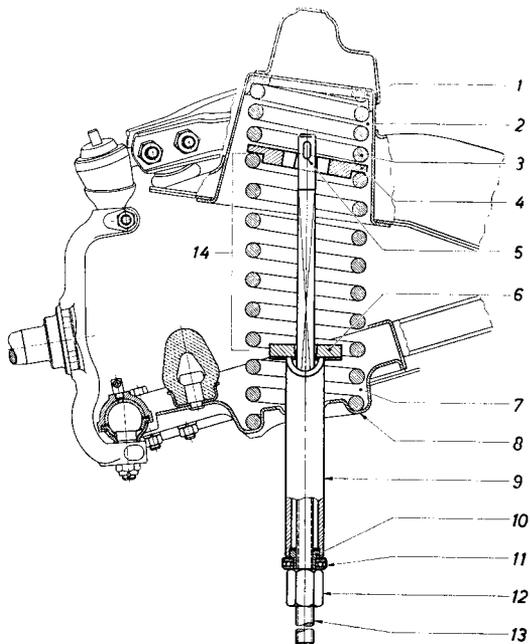

Bild 9 – Vorderfederspannvorrichtung in Vorderfeder eingesetzt – untere Achsschenkellagerung mit Kugelgelenk
3. Vorderfeder mit Vorderfederspannvorrichtung so spannen (Bild 9), bis die zwischen beiden Spannplatten liegenden Federwindungen aufeinander liegen.
1. Gummidämpfungsring (9/1) im Federsitz (9/2) des Achskörpers auf Verschleiß prüfen, möglichst immer ersetzen. Hierbei Dämpfungsring nach Bild 9 einsetzen.